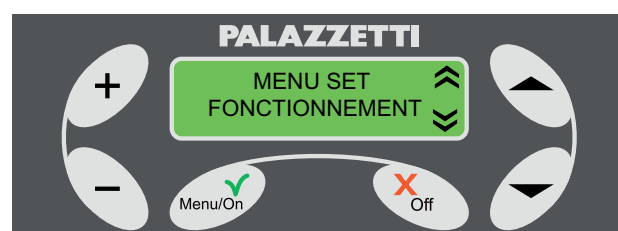

Fig. 1.7.1
- 1) repérer sur l'écran "MENU SET FONCTIONNEMENT" Fig. 1.7.1;